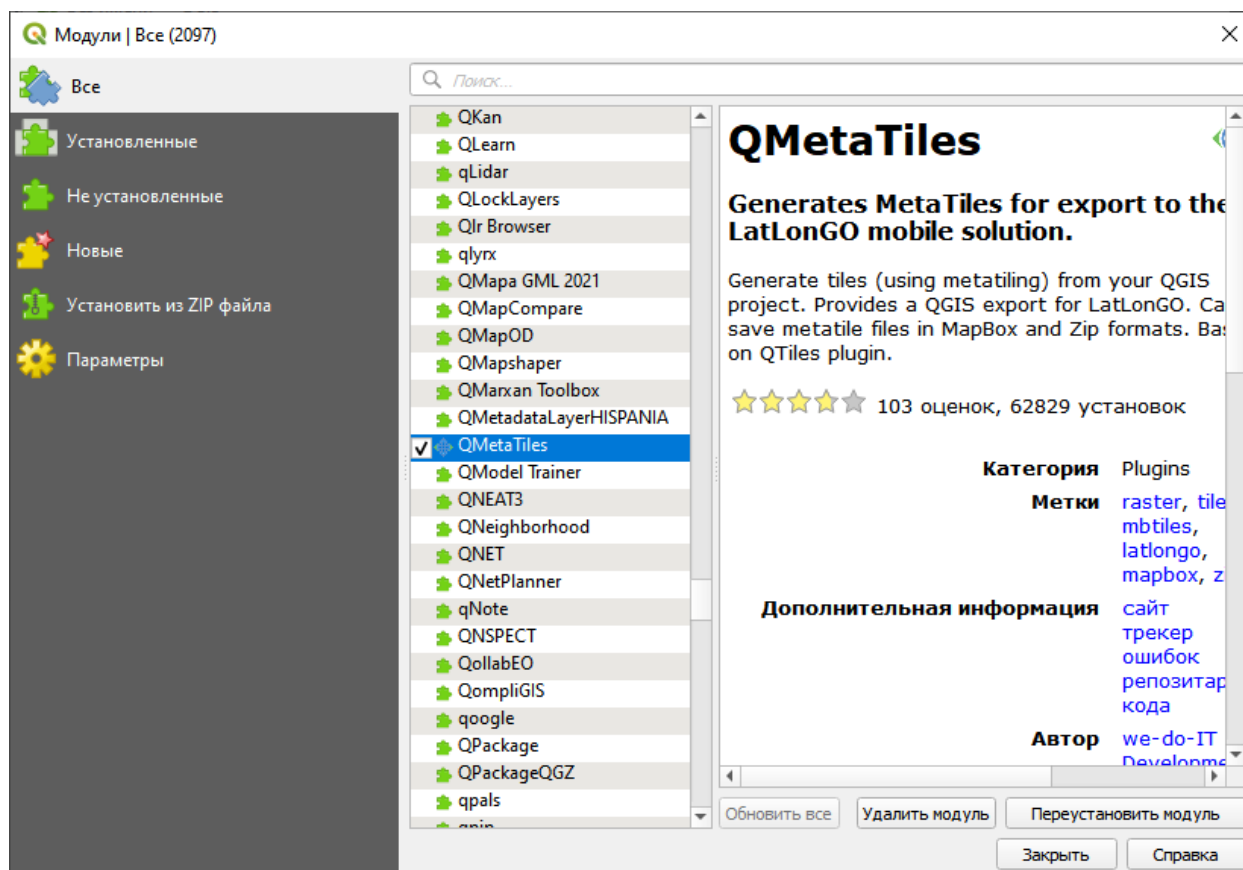

Рисунок 12 — Выбор плагина QMetaTiles в приложении QGIS
- б) установить плагин QMetaTiles в меню *Модули -> Управление модулями* (рисунок 12);